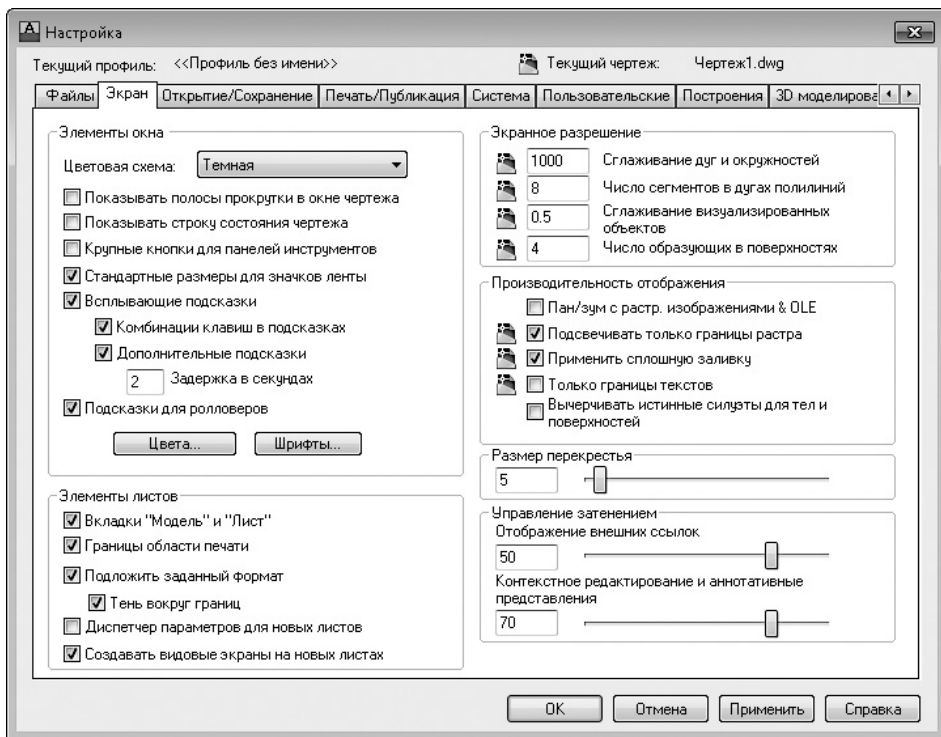

Рис. 1.5. Вкладка Экран диалогового окна Настройка
Для отображения полос прокрутки на экране перейдите на ленте на вкладку Вид и в разделе Пользовательский интерфейс щелкните на кнопке . Появится диалоговое окно Настройка, на вкладке Экран которого необходимо установить флажок Показывать полосы прокрутки в окне чертежа (рис. 1.5).
3. В открывшемся диалоговом окне **Настройка** перейдите на вкладку **Экран** (см. рис. 1.5).